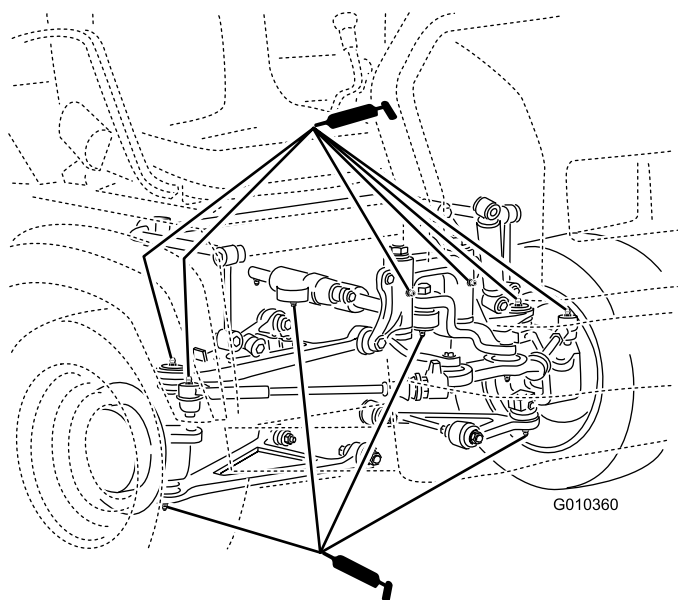

Рисунок 29
- Шаровые опоры (4 шт.); см. Рисунок 29
- Поперечные тяги (2 шт.); см. Рисунок 29
- Шарниры (2 шт.); см. Рисунок 29
- Цилиндр рулевого управления (2 шт.); см. Рисунок 29